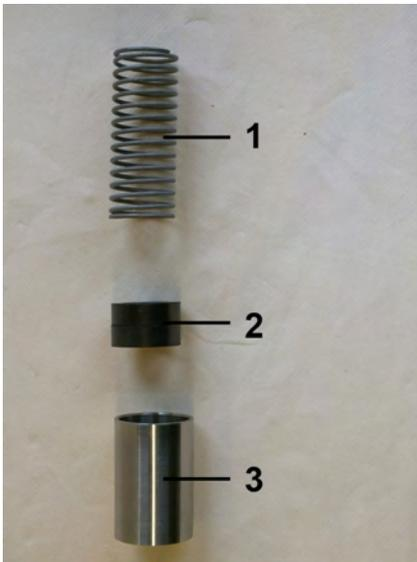

Abb. 39: Feder, Magnete und Schwebekörper
4. ▶ Feder (Abb. 39/1), Magnete (Abb. 39/2) und Schwebekörper (Abb. 39/3) als Innenteile des Strömungswächters